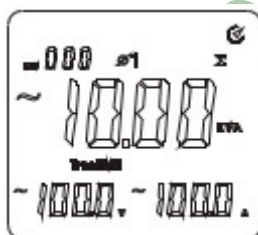

Figura 9-2
- Como muestra la figura 9-2, presione la tecla “Σ” para acumular la potencia de la primera fase.